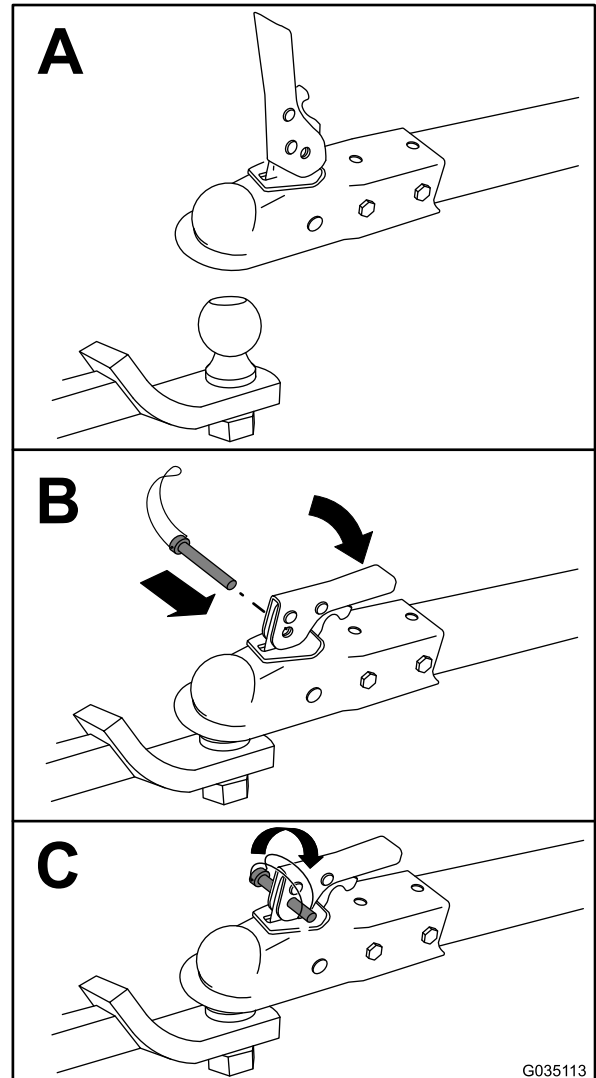

Figure 21
3. Attendez la machine comme montré à la Figure 21.